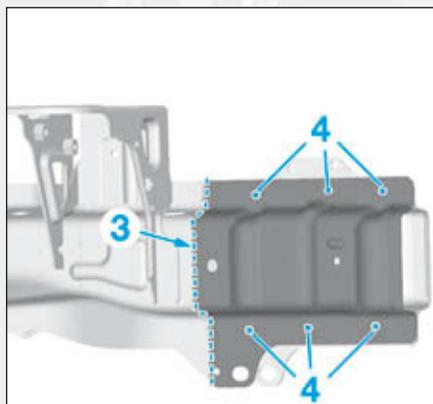

FIG.29
- Souder par cordons MAG et bouchonnage la tôle en (3) et (4) (Fig.29).